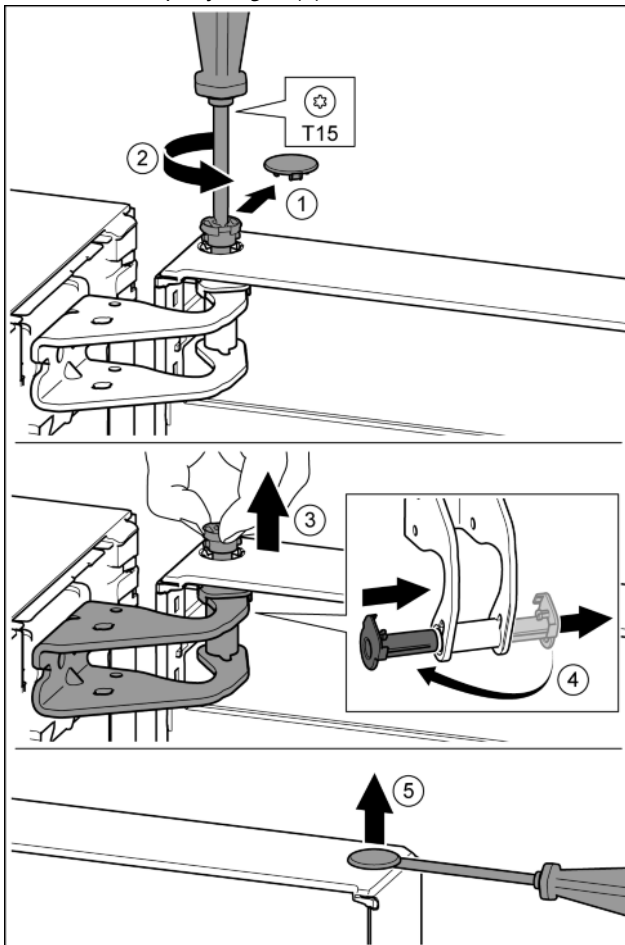

Fig. 8
- ▶ Осторожно снять предохранительную крышку. Fig. 8 (1)
- ▶ Немного выкрутить палец отверткой T15. Fig. 8 (2)
- ▶ Удерживать дверь и вытянуть палец рукой. Fig. 8 (3)
- ▶ Опорную втулку вывести из направляющей. Установить и зафиксировать с другой стороны. Fig. 8 (4)